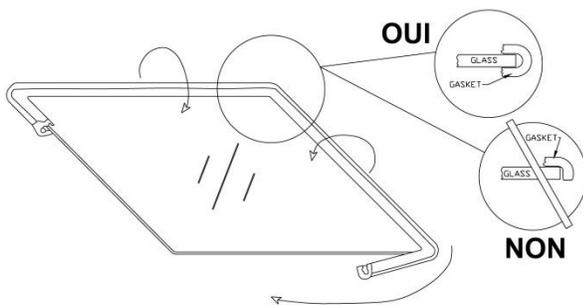

Figure 17
5. Enlevez le papier collant du cordon. Appliquez le nouveau cordon comme illustré (fig. 17)